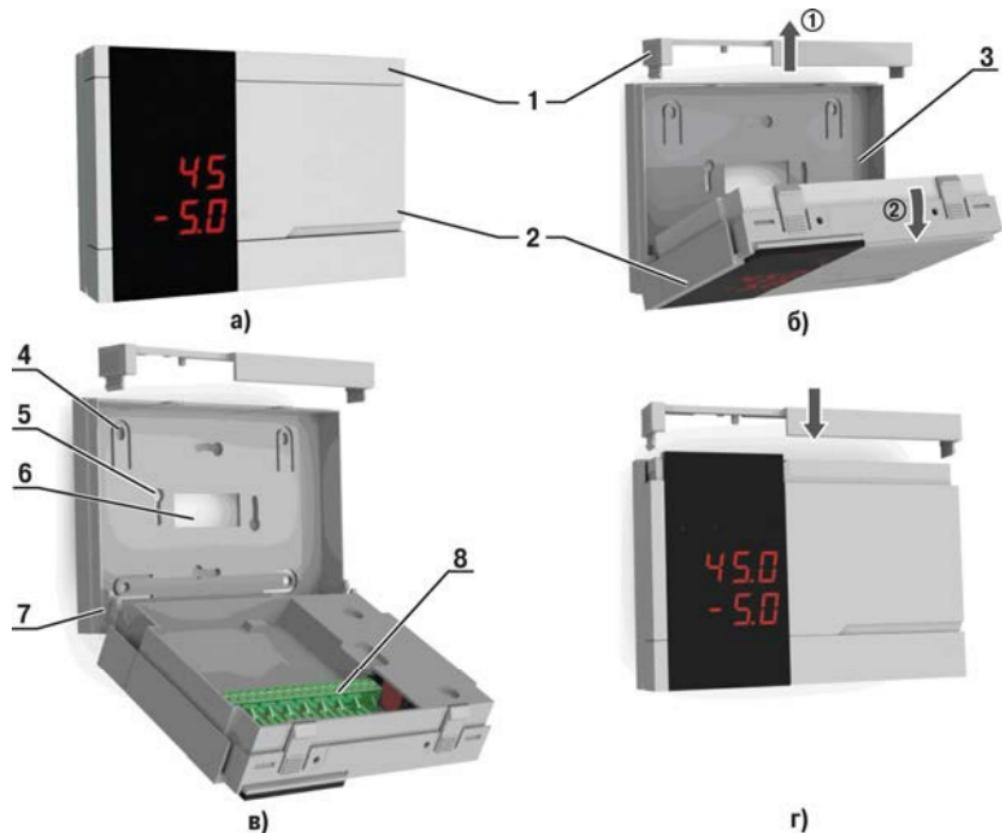

Рисунок 5.2 - Монтаж прибора настенного исполнения Н2
Подготовить прибор для выполнения монтажа. Для этого необходимо снять фиксирующую планку (поз.1, рисунок 5.2б) и отсоединить электронный блок (поз.2, рисунок 5.2б) от кронштейна (поз.3, рисунок 5.2б).
- 2) Закрепить кронштейн четырьмя винтами на поверхности, пред назначенной для установки прибора. На кронштейне имеется восемь отверстий двух типов: для настенного крепления (поз. 4, рисунок 5.2в) и крепления на стандартный круглый подрозетник с диаметром 60 мм (поз. 5, рисунок 5.2в). Перед закреплением кронштейна на стене необходимо предварительно пропустить кабели внешних связей через специальное отверстие для кабельного ввода (поз. 6, рисунок 5.2в).
- 3) Вставить электронный блок прибора в специальные пазы (поз. 7, рисунок 5.2в), расположенные на кронштейне;
- 4) Выполнить монтаж внешних связей. Монтаж внешних связей выполняется с помощью разъемного соединителя (поз.8, рисунок 5.2в), расположенного на тыльной стороне электронного блока (более подробно см. п. 5.2).
- 6) Надеть фиксирующую планку (рисунок 5.2г).